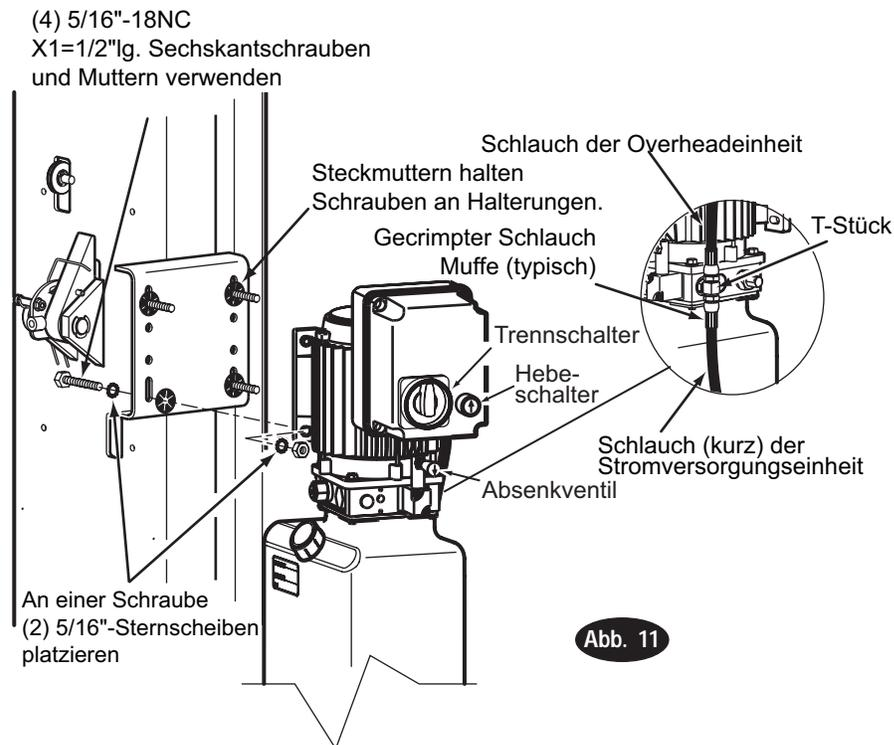

Abb. 11
8. **Stromversorgungseinheit M-Serie:** : Zunächst (1) Sternscheibe an eine der (4) 5/16" 18NC x 1-1/2" - Schrauben anbringen. Dies ist sehr wichtig für die Erdung. (4) 5/16" 18NC x 1-1/2" lg. Schrauben in die Löcher in der Halterung der Stromversorgungseinheit einsetzen und mit Steckmuttern befestigen. Da der Motor der schwerste Teil der Stromversorgungseinheit ist, muss die Stromversorgungseinheit von zwei Personen angehoben werden, wobei jeder den Motor mit einer Hand hält. Stromversorgungseinheit an den Schrauben anbringen, wobei eine Person die Stromversorgungseinheit hält, während die andere Sicherungsscheiben und Muttern anbringt. Hydraulikschlauchadapter an Pumpe anbringen und festziehen. Dann T-Stück anbringen und festziehen und Zuführschläuche an T-Stück anschließen, Abb. 11.
9. **Schläuche M-Serie:** Adapter und Schlauch reinigen. Alle Gewinde auf Schäden prüfen und sich vergewissern, dass die Schlauchenden gecrimpt sind, Abb. 11.